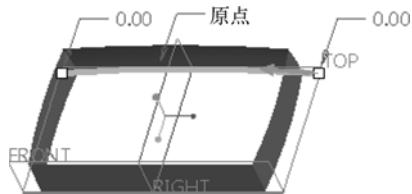

图 7-153 指定原点轨迹
- 3 选择“草绘 1”曲线作为原点轨迹, 如图 7-153 所示。